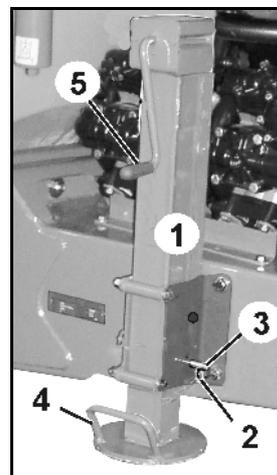

Fig. 49
- St tzfu  angehoben w hrend des Einsatzes oder Transports (Fig. 49).
1. Klapstecker (Fig. 49/2) l sen.
2. Bolzen (Fig. 49/3) herausziehen.
3. St tzfu  mittels Griff (Fig. 49/4) anheben / absenken.
5. Mit der Handkurbel (Fig. 49/5) den St tzfu  weiter absenken/anheben.